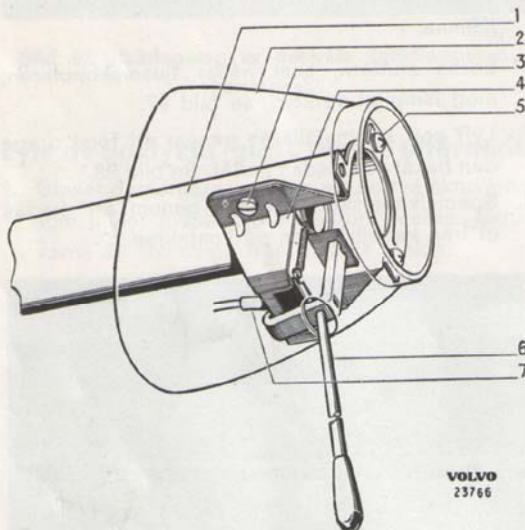

Bild 99. Körvisaromkopplare.
2. Lossa de tre skruvarna (5 bild 99) som håller kåpan vid rattöret, och lyft upp denna.